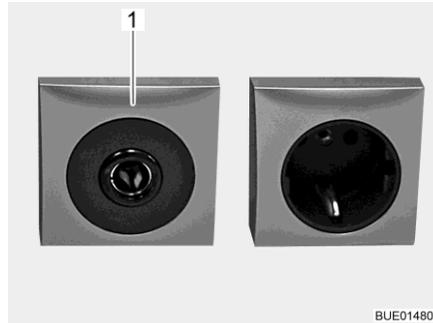

Bild 201 Steckdose 12 V/10 A
- ▷ An die Steckdosen (Bild 201,1) des 12-V-Bordnetzes nur Geräte mit maximal 10 A anschließen.